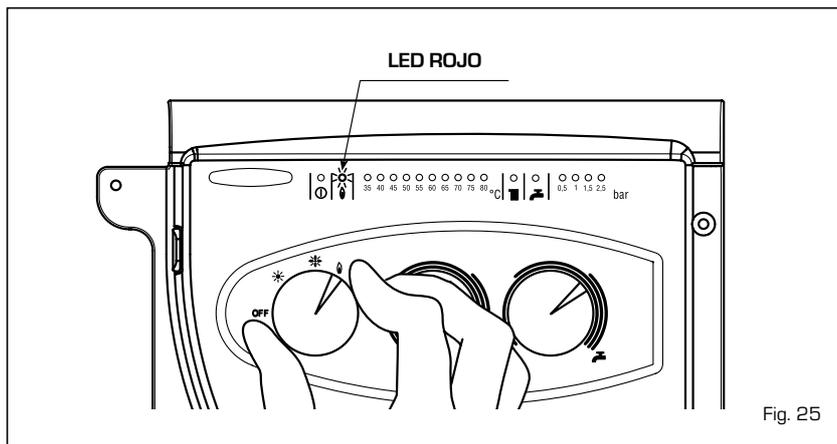

Fig. 25
- Insuficiente presión de agua (fig. 25/a)